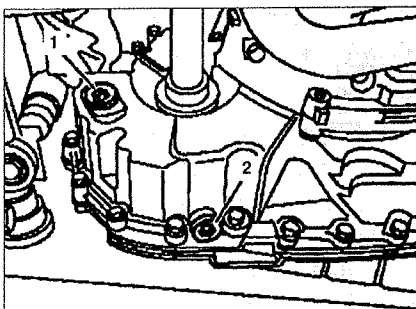

Рис. 1.32. Сливная 2 и заливная 1 пробки автоматической коробки передач.
1. Протрите поверхности вокруг заливной **1** и сливной **2** пробок (см. рис. 1.32).